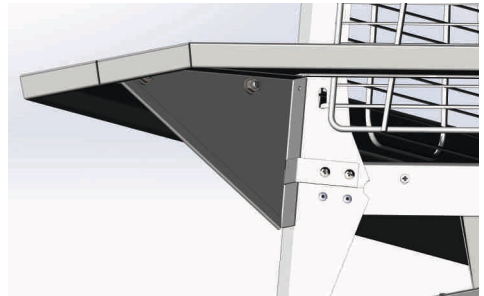

Рис. 16
7. удерживая первую подставку, установите вторую подставку как показано на Рис. 16, наживите болты в отверстия. Наживите на болты гайки, но не затягивайте их до конца сборки;